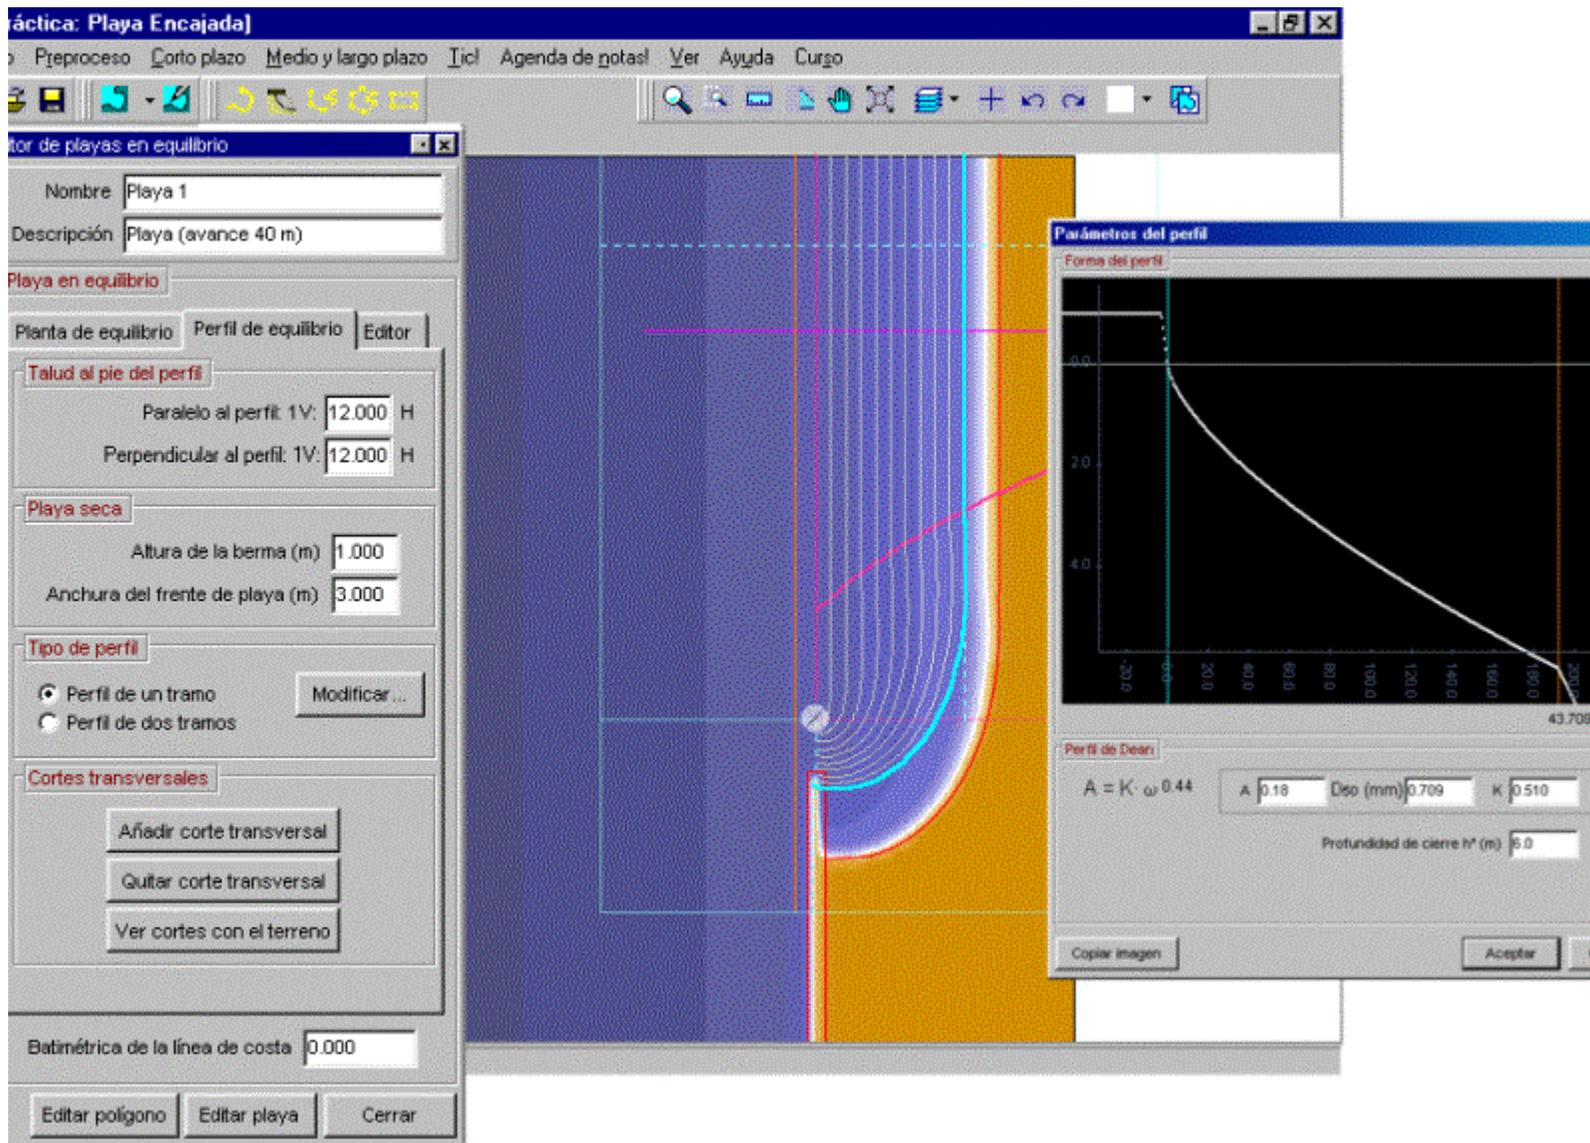

Figura 7.7
- Entrar en la subpágina de perfil de equilibrio, en el editor de playas en equilibrio (ver figura 7.7), dejar por defecto los taludes (1:12) de intersección al pie del perfil (ver detalles de la descripción del perfil en la sección 6.8), y pulsar el botón “Modificar...” asociado al perfil de Dean. Teclear los valores de $A = 0.18$ ($D_{50} = 0.71$ mm) y $h_* = 6.0$ m ($H_{s12} \sim 4$ m) como se muestra en la figura 7.7 donde se aprecia cómo la línea color café asociada al h_* , se localiza fuera del límite del dique (dejar valor por defecto de K según Dean, 1977);